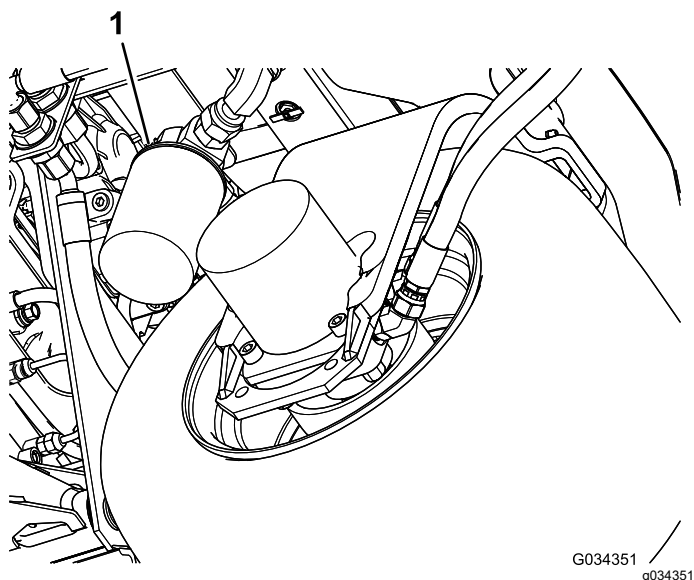

Bild 77
2. Reinigen Sie den Anbaubereich des Filters. Stellen Sie ein Auffangwanne unter den Filter (Bild 77) und entfernen den Filter.